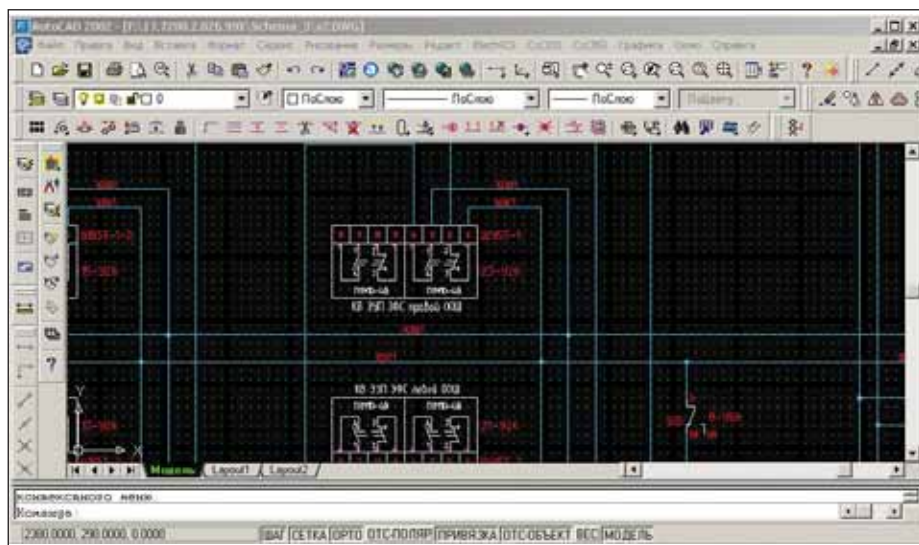

Рис. 3
- разработка принципиальной схемы с использованием редактора схем AutoCAD (рис. 3).